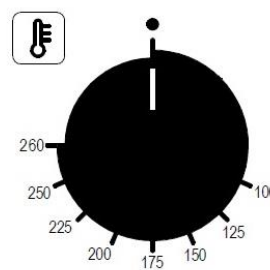

Abb. 2
**Programmierung der Kochtemperatur** - Den Drehknopf des Regelthermostats (Abb. 2) auf die gewählte Kochtemperatur drehen.